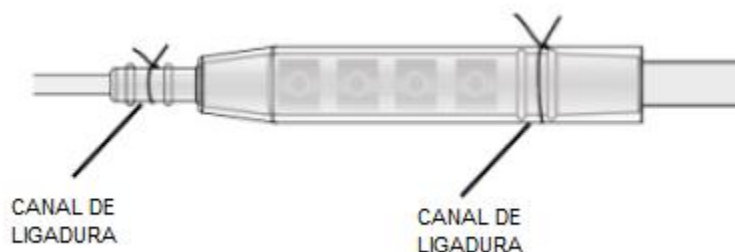

FIGURA 14: Ate una ligadura alrededor de ambos canales de ligadura de la funda.
10. Ate una ligadura (usando seda no absorbente) alrededor de ambos canales de ligadura de la funda. (FIGURA 14)